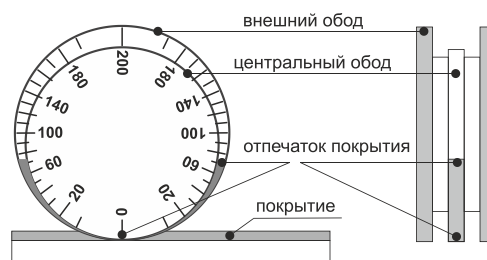

Рис. 1
4.3 При прокатывании колесного толщиномера по сырому покрытию, на центральном ободе измерительного колеса остается отпечаток покрытия. Толщина покрытия считывается по шкале в месте, где отпечаток покрытия заканчивается (Рис. 1).